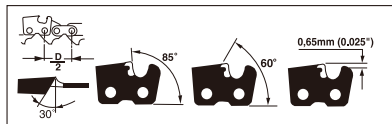
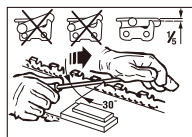

Fig. 21
Fig. 22
**SLIPA KEDJAN** - Kedjans delning (Fig. 21) är  $3/8"$  LoPro x 0,050". Slipa kedjan med skyddshandskar och en  $\varnothing 5/32"$  (4 mm) rundfil.
Slipa alltid skärtänderna med utåtrörelse (Fig. 22) och iakttå måtten i Fig. 21.